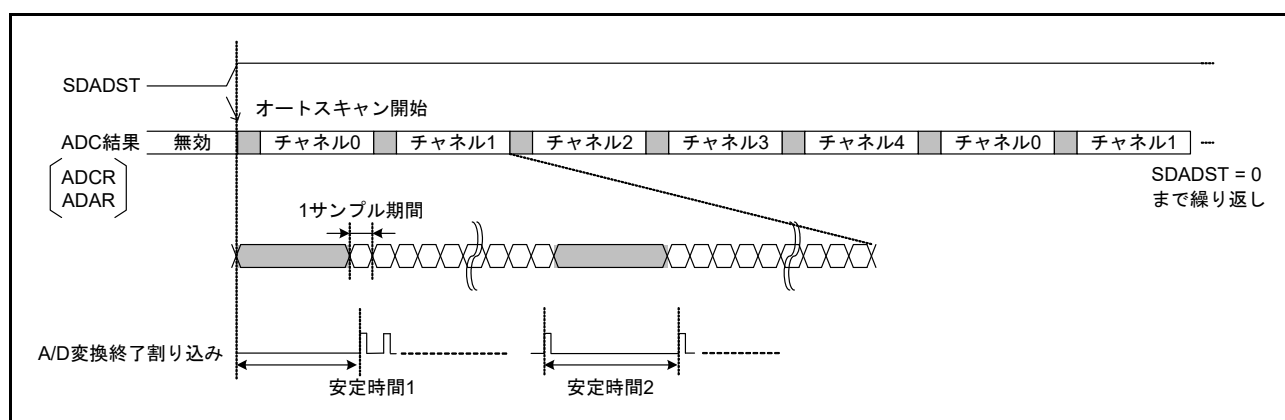

図 33.12 オートスキャンシーケンス
- 安定時間 1 — ADC2.SDADST ビットの立ち上がりから A/D 変換終了割り込みまでの時間。図 33.12 の安定時間 1 を参照してください。
- 安定時間 2 — チャネル切り替え前の最後の A/D 変換終了割り込みからチャネル切り替え後の最初の A/D 変換終了割り込みまでの時間。図 33.12 の安定時間 2 を参照してください。